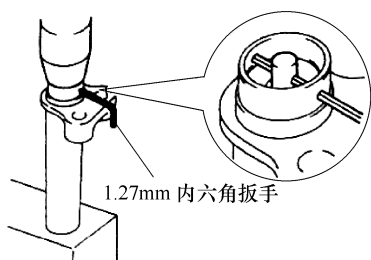
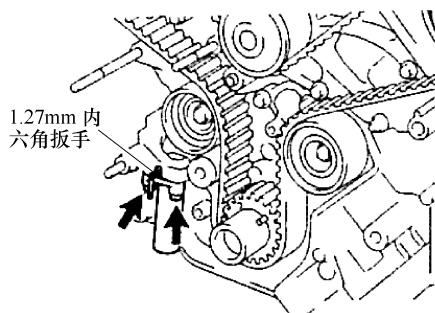

图 1-27 保持张紧器推杆位置
图 1-28 取下固定用的扳手
③ 清除各带轮上的所有油污或水。并保持其清洁。
④ 定位正时带上的朝前标记(箭头), 使其朝前。
⑤ 将正时带连接到曲轴正时带轮上。将正时带上的安装标记与曲轴正时带轮的正时标记对准。
⑥ 将正时带连接到2号正时带惰轮上。
⑦ 将正时带连接到凸轮轴正时带轮上(左侧气缸组)。将正时带上的安装标记与凸轮轴正时带轮的正时标记对准。
⑧ 将正时带连接到水泵带轮上。
⑨ 将正时带连接到凸轮轴正时带轮上(右侧气缸组)。将正时带上的安装标记与凸轮轴正时带轮的正时标记对准。
⑩ 将正时带连接到1号正时带惰轮上。
① 使用压力机, 用981~9807N的力, 缓慢压下推杆。
② 将推杆和壳的孔对准。将1.27mm的内六角扳手插入孔中, 使推杆保持在设定位置, 见图1-27。
③ 松开压力机。
④ 将防尘套安装到正时带张紧器上。
① 用两个螺栓暂时安装正时带张紧器。
② 交替紧固两个螺栓。
③ 使用钳子, 从正时带张紧器上取下1.27mm内六角扳手, 如图1-28所示。